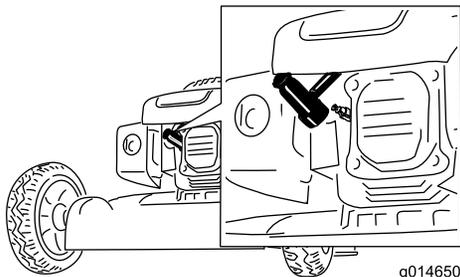

Bild 39
2. Ziehen Sie das Zündkabel von der Zündkerze ab, bevor Sie Wartungsarbeiten ausführen (Bild 39).